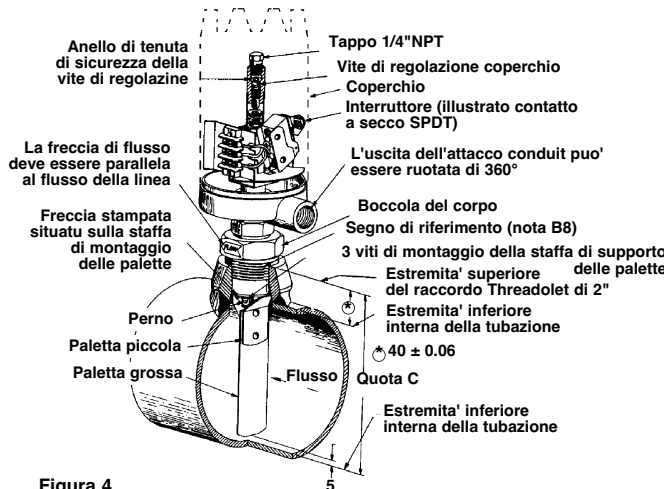

Figura 4
9. Controllare la posizione della freccia stampata sulla staffa di supporto delle palette. Questa freccia deve essere posizionata parallelamente alla freccia del flusso sulla boccola del corpo (come illustrato nella Figura 4). Nel caso in cui le frecce non siano parallele, togliere le tre viti di montaggio della staffa di supporto delle palette e ruotare la staffa fino a quando la freccia stampata sarà parallela alla freccia del flusso. Quindi riposizionare le viti di montaggio.